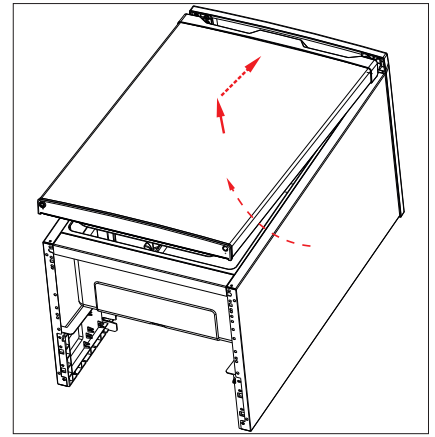

Fig. 11
- ▶ Anbring fryseskabsdøren på frysekabet igen, ved at skubbe fryseskabsdøren let skråt opad nede fra (fig. 11). Vær opmærksom på, at hængselstappen for øverste hængsel sidder i hængselsbøsningen på fryseskabets overside, og at tætningen lukker korrekt med husets kant.